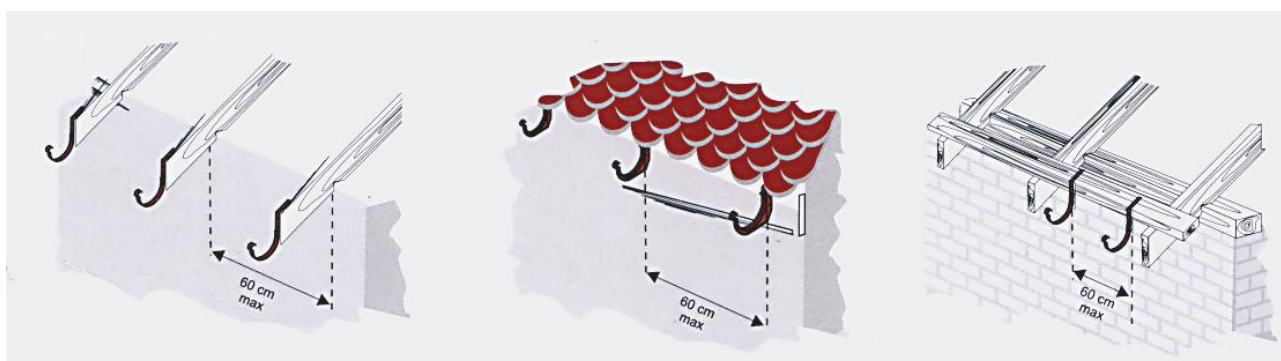

Рис. 2
2.1. Смонтировать кронштейны крепления желоба на карнизном свесе кровли. В зависимости от типа выбранных кронштейнов (металлический / пластиковый), их крепление может осуществляться (см. рис. 2):